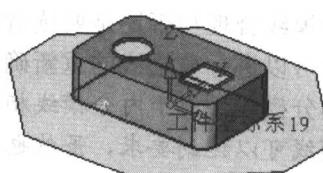

图 1-9
工件坐标系是工件在模具系统中的定位基准，同时也是数控系统的定位基准。一般都将工件坐标系的 Z 深度定位在外分模面高度 (Z) 附近，而工件坐标系 XY 平面的原点定位在整个工件的中心，如图 1-9 所示。在完成分模面后，输出模具部件时，依据的基准也是